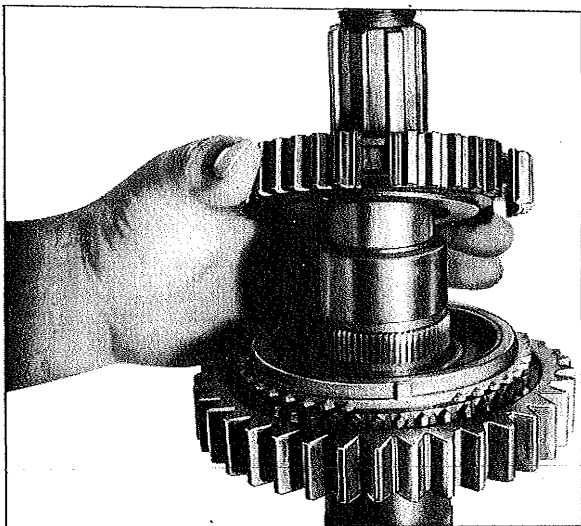

Fig. 25
3. Engager le jonc d'arrêt (426) dans la rainure du synchroniseur de la 1ère vitesse et de la marche arrière (424) et le positionner de manière que la goupille fendue (425) puisse être introduite dans l'alésage prévu à cet effet.
4. Chauffer le synchroniseur (424) à 80°C environ et l'emmancher sur la cannelure de l'arbre comme illustré sur la fig. 25. Le logement du jonc d'arrêt (426) doit être orienté vers le haut.